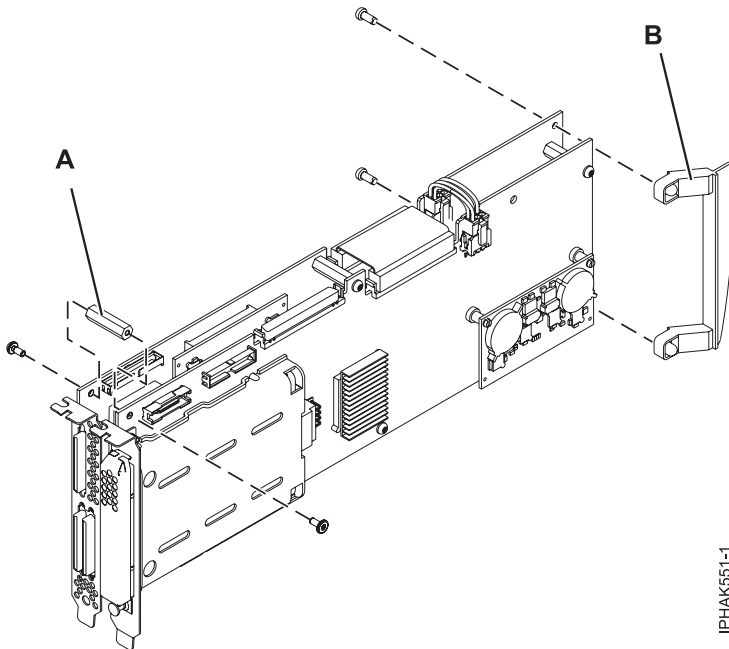

Figure 49. Retrait de la pièce d'écartement et de la poignée de la carte
1. Retirez la poignée (**B**) de la carte et la pièce d'écartement (**A**) située entre les deux parties de la carte. Vous pouvez également retirer le cache du compartiment de la batterie. Voir figure 49.